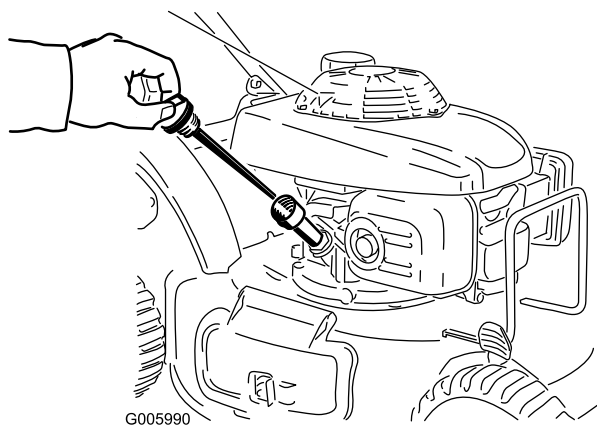

Figure 12
1. Retirez la jauge (Figure 12).
2. Versez de l'huile **avec précaution** dans le tube de remplissage d'huile, en vérifiant régulièrement le niveau sur la jauge, jusqu'à ce que la jauge indique que le moteur est plein, comme indiqué à la Figure 12. **Ne remplissez pas excessivement.** (Remplissage max. : 0.55 l, **type : huile détergente SAE 30** de classe de service API , SH, SJ, SL ou supérieure.)